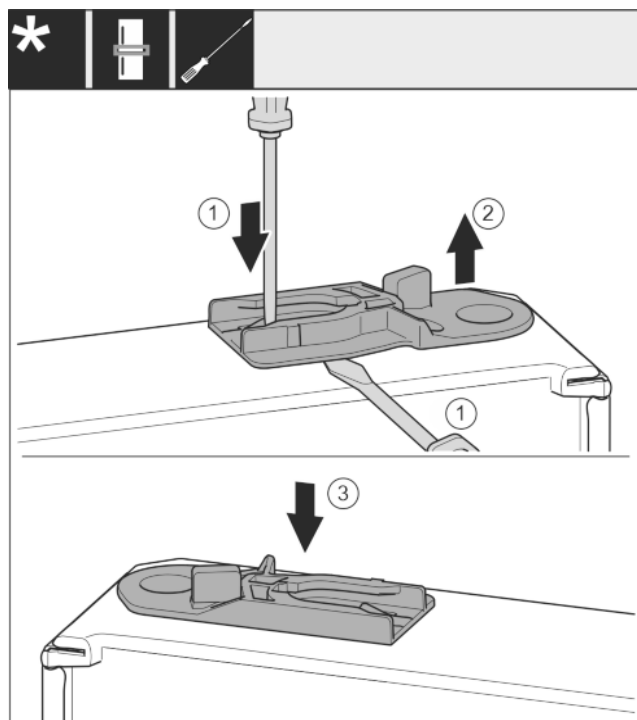

Fig. 29
- Izvucite čahuru za vođenje: Ravnim odvijačem pritisnite jezičac i istovremeno umetnite ravni odvijač ispod čahure za vođenje. Fig. 29 (1, 2)
- Gurnite čahuru za vođenje koja je uključena u isporuku na drugoj strani uređaja. Fig. 29 (3)